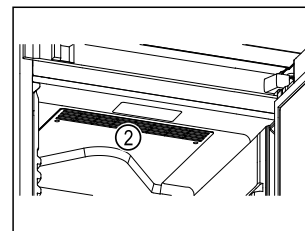

Fig. 66
- ❑ A belső térben lévő keringető ventilátor szellőzőnyílásait Fig. 66 (2) tartsa szabadon.